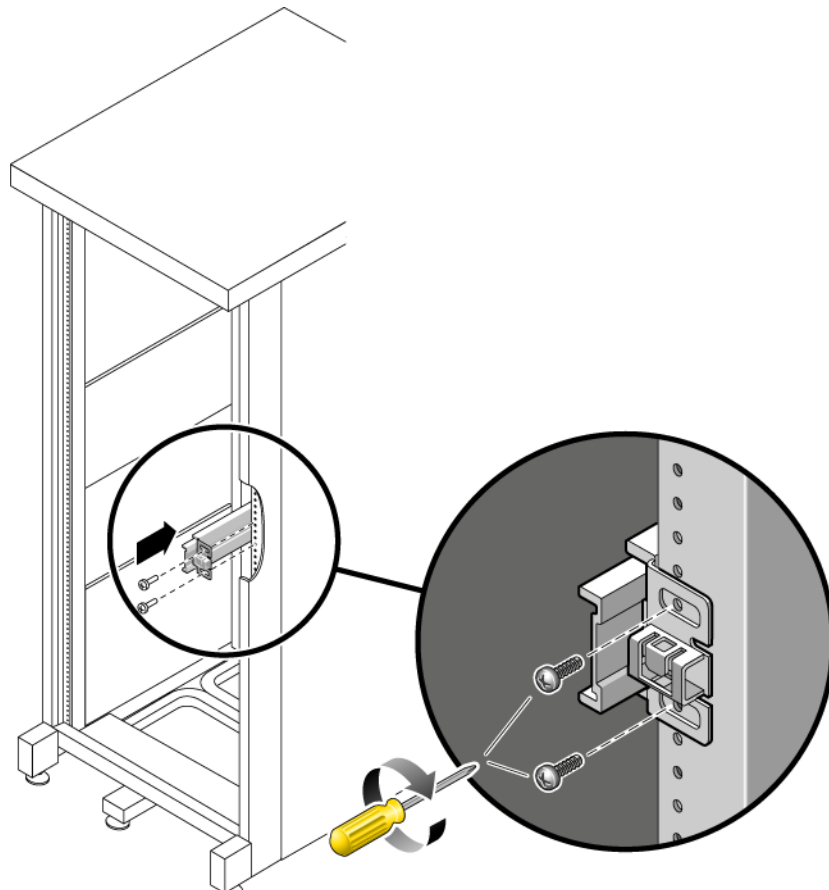

FIGURE 2-16 Montage d'un rail coulissant
- a. Fixez l'avant d'un rail coulissant au montant avant droit du rack (FIGURE 2-16) au moyen de deux vis. Ne serrez pas les vis pour le moment.